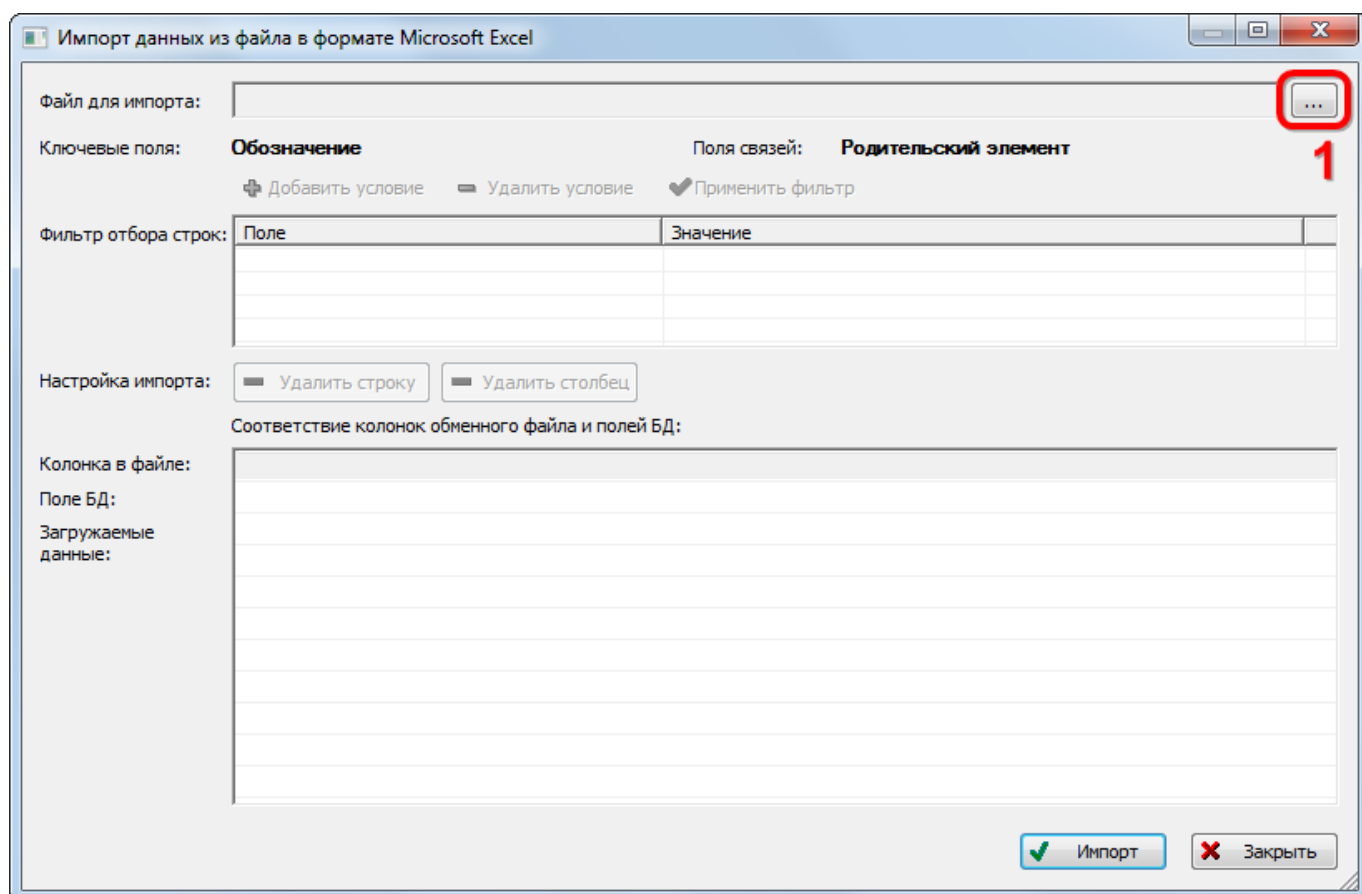

Рис. 9-103 – Окно импорта из файла Excel
Примечание. Уникальность элемента в базе данных определяется по совокупности ключевых полей, которые выводятся в окне импорта из файла *Excel*, приведенного на рис. 9-103.
- 3) В результате откроется окно «Импорт данных из файла в формате Microsoft Excel» (рис. 9-103). Описание назначения полей данного окна приведено в пункте 5.4.6 «Панель «Импорт/экспорт»», стр. 61.
4) Нажать в нем кнопку «Выбрать файл на локальном диске» (1 на рис. 9-103). Откроется стандартное диалоговое окно «Открыть» – выбрать нужный файл и нажать кнопку «Открыть».